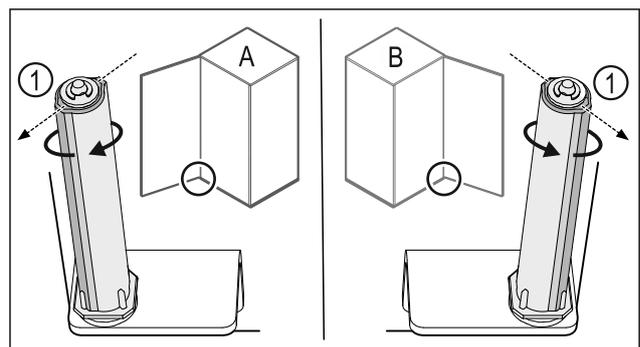

Fig. 50 Battuta a sinistra (A) / battuta a destra (B)
- ▶ Ruotare il sistema di chiusura contro la resistenza fino a quando la sporgenza del sistema di chiusura Fig. 50 (1) non è rivolta verso l'esterno.